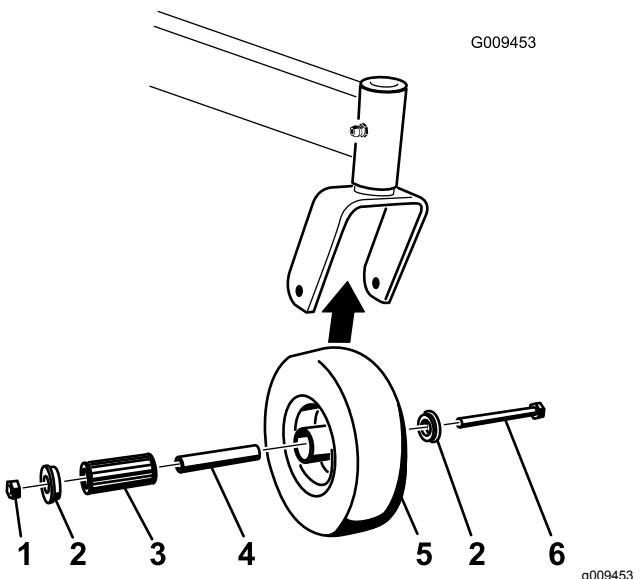

Figura 57
1. Retire la contratuerca y el perno que sujetan la rueda giratoria a la horquilla (Figura 57).
2. Retire un solo casquillo y tire del casquillo intermedio y del cojinete de rodillos para sacarlos del cubo de la rueda (Figura 57).
3. Retire el otro casquillo del cubo de la rueda y límpie la grasa y la suciedad del cubo de la rueda (Figura 57).
Nota: Repare o cambie cualquier pieza dañada o desgastada (Figura 57).
5. Coloque un casquillo en el cubo de la rueda (Figura 57).
6. Engrase el cojinete de rodillos y el casquillo intermedio y deslícelos en el cubo de la rueda (Figura 57).
7. Coloque el segundo casquillo en el cubo de la rueda (Figura 57).
8. Instale la rueda giratoria en la horquilla y fíjela con el perno y la contratuerca (Figura 57).
9. Apriete la contratuerca hasta que el casquillo intermedio se apoye contra el interior de las horquillas de las ruedas giratorias (Figura 57).